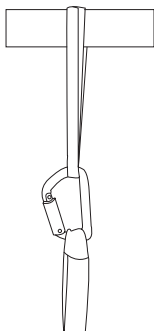
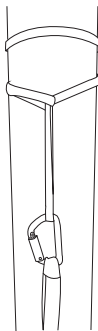
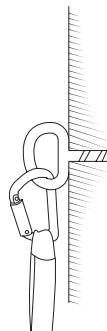
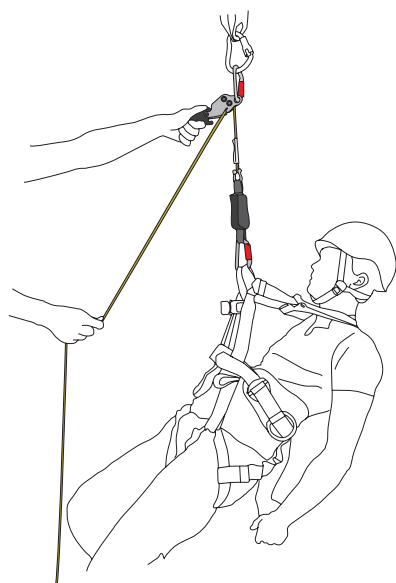

Fig. 1A: Ancoragem horizontal
Fig.1B: Ancoragem vertical
Fig. 1C: Ancoragem fixada na estrutura
Fig. 4
2. Coloque a eslinga de âncora à volta de uma estrutura e no mosquetão fig 1A.
Se a eslinga da âncora for colocada em torno de uma construção vertical, solte a eslinga e coloque-a duas vezes ao redor do polo e através de si mesmo novamente. Em seguida, prenda o mosquetão como mostrado na fig.1B. Certifique-se de que a cinta de ancoragem fica presa no lugar. Fig.1C mostra como prender o mosquetão a uma âncora estrutural fixa EN795 cl.A.
4. Retire o mosquetão da eslinga de ancoragem. Coloque a eslinga âncora em torno de uma estrutura e no seu mosquetão, como mostrado na fig.1A ou fig.1B. A âncora deve ser capaz de suportar uma carga de 12 kN (EN795). Prenda o **Smartline X** como mostrado na fig.4.